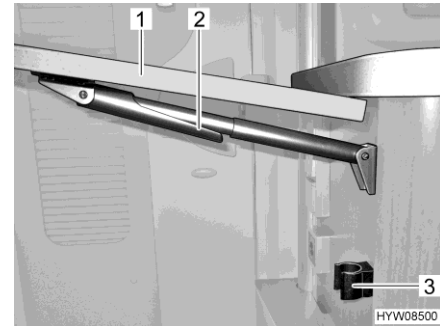

Fig. 66 Replier la table pliante / surface de travail
- Saisir la table pliante / surface de travail (Fig. 66,1) et la soulever légèrement. De l'autre main, faire basculer la fixation (Fig. 66,2) du support télescopique vers le bas.
- Faire basculer le plateau de table vers le bas jusqu'à ce que le support télescopique s'enclenche dans le support (Fig. 66,3).